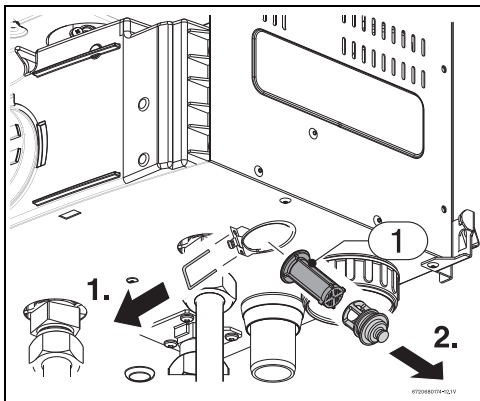

Рис. 55
- ▶ Прочистите водяной фильтр, см. Рис. 55 .